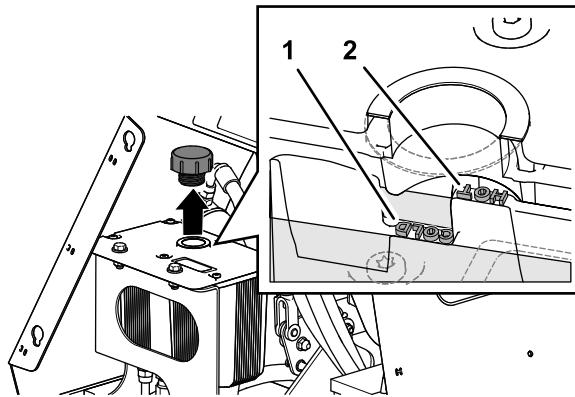

Figure 60
5. Nettoyez la surface autour du bouchon du réservoir hydraulique (Figure 60).
6. Enlevez le bouchon et contrôlez le niveau de liquide hydraulique dans le réservoir (Figure 60).
7. Au besoin, faites l'appoint de liquide hydraulique spécifié jusqu'à ce qu'il recouvre le repère du niveau à froid (**COLD**) sur la chicane (Figure 60).
8. Remettez le bouchon du réservoir hydraulique et serrez-le bien (Figure 60).